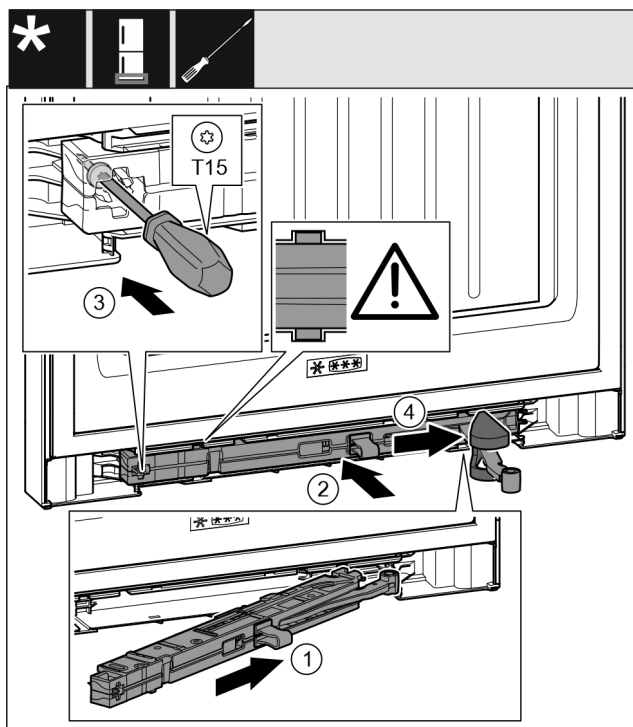

Fig. 62
- Inserire in diagonale l'unità dell'ammortizzatore di chiusura Fig. 62 (1) nel vano sul lato del blocco di supporto fino a battuta.
- Inserire completamente nel vano l'unità dell'ammortizzatore di chiusura Fig. 62 (2).
- Stringere la vite Fig. 62 (3) con un cacciavite.
- Spostare la copertura Fig. 62 (4) sul giunto.